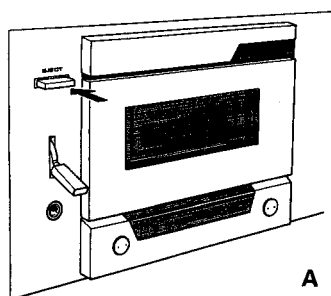

Fig. 17
1. Pressez le bouton d'éjection pour ouvrir le couvercle. (Fig. 17-A)
2. Retirez le couvercle comme indiqué sur la figure. (Fig. 17-B)
3. Nettoyez les têtes, le galet et le cabestan avec un bâtonnet à bouts de coton légèrement imprégné d'un liquide de nettoyage. (ou d'alcool) (Fig. 17-C)
1. Die EJECT-Taste drücken. Dabei springt der Deckel des Kassettenfachs auf. (Fig. 17-A)
2. Den Kassettenfachdeckel wie gezeigt nach schräg oben herausziehen. (Fig. 17-B)
3. Die Tonköpfe, Tonwelle, Andruckrolle und die Bandführungen mit einem in flüssigen Spezial-Tonkopfreiniger oder Alkohol (Weingeist) getauchten Wattestäbchen (Q-Tips) gründlich säubern. (Fig. 17-C)
1. Druk de toets EJECT in, en het deksel van het cassettevak zal openspringen. (Fig. 17-A)
2. Trek nu het deksel naar boven zoals hieronder is aangegeven. (Fig. 17-B)
3. Reinig de koppen, aandrukrol en capstan met een wattenstaafje, licht bevochtigd met een reinigingsvloeistof (of gedenatureerde alcohol) zoals hieronder aangegeven. (Fig. 17-C)
1. Tryck in EJECT-knappen och frigör kassettluckan. (Fig. 17-A)
2. Dra ut kassettluckan som skissen visar. (Fig. 17-B)
3. Gör ren huvudena, tryckrullen och kapstanaxeln med en bomullsrenare som doppats i rengöringsmedel för tonhuvuden eller i alkohol enligt skissen. (Fig. 17-C)